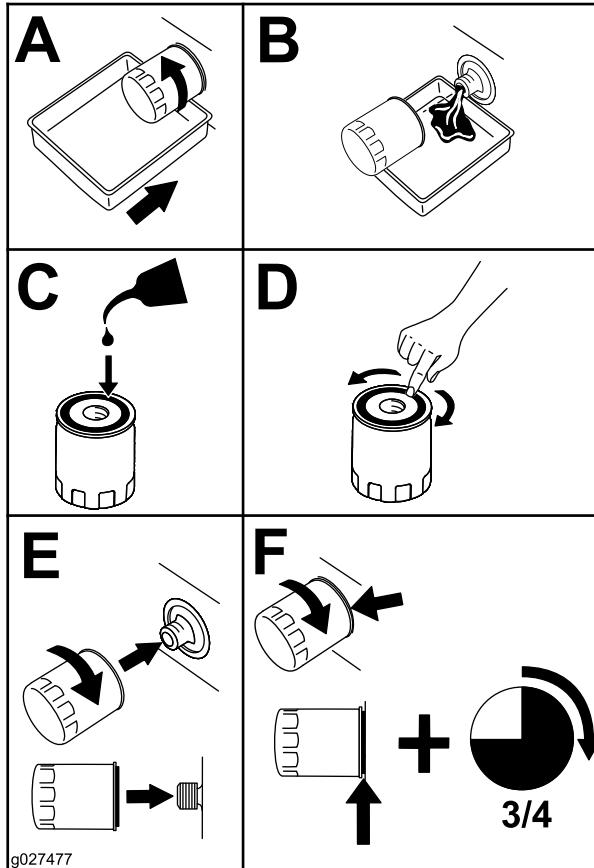

Figura 69
2. Substitua o filtro do óleo do motor (Figura 69).